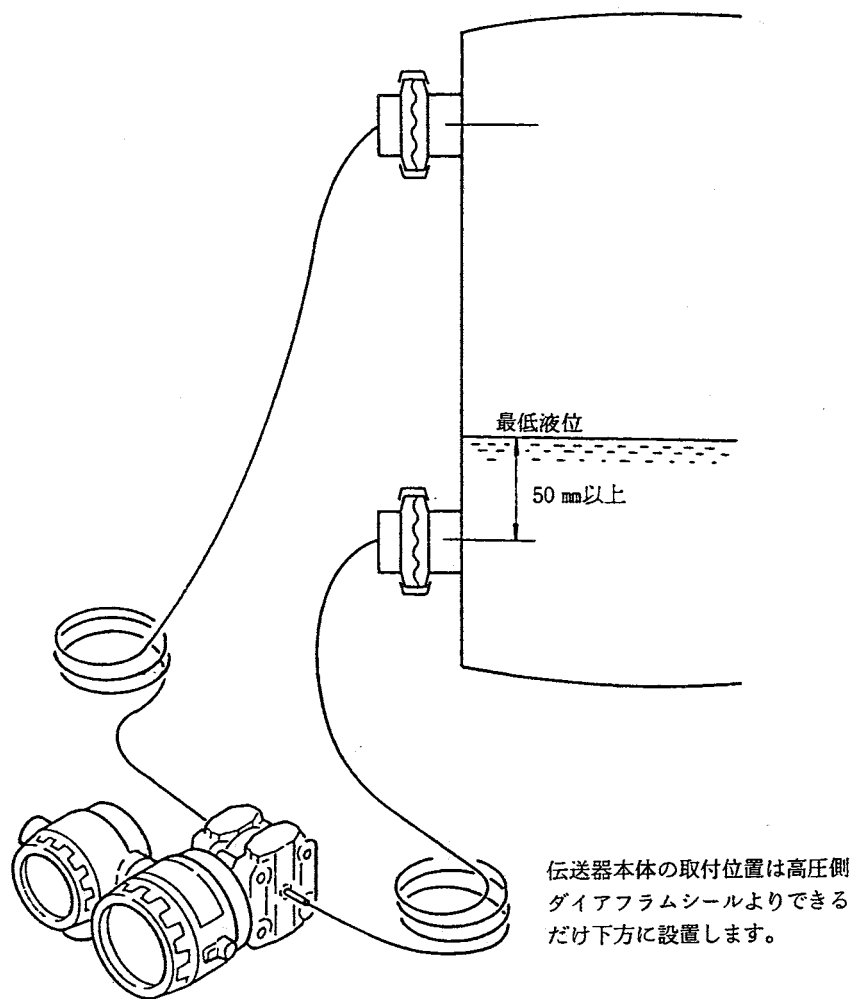

図 4.10 UNE11 形ダイアフラムシール取付
1. 高圧側ダイアフラムシールの取付け位置は、最低液位より 50 mm 以上, 下になるように取付けてください（図 4.10 参照）。